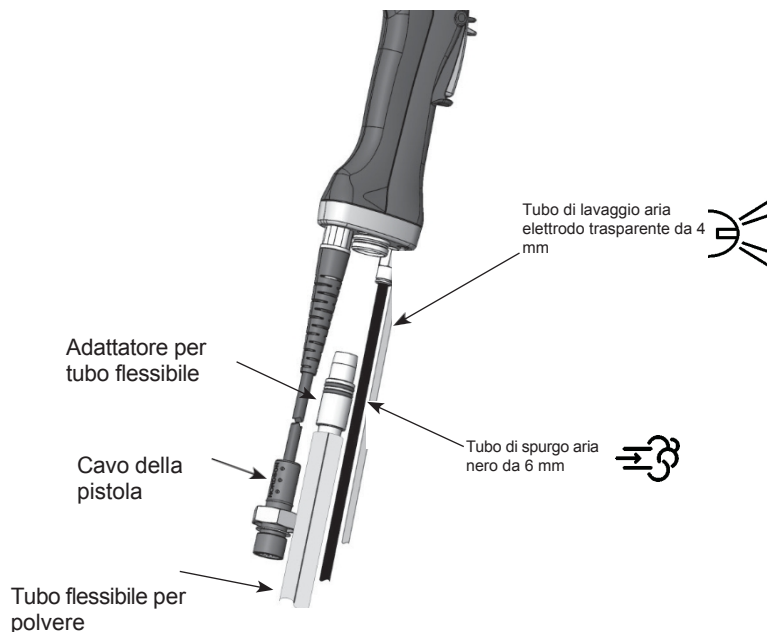

Figura 2-5 Collegamenti dell' e della pistola
1. Vedere la Figura 2-5. Collegare il tubo dell'aria nero da 6 mm al raccordo a sgancio rapido nell'impugnatura della pistola.